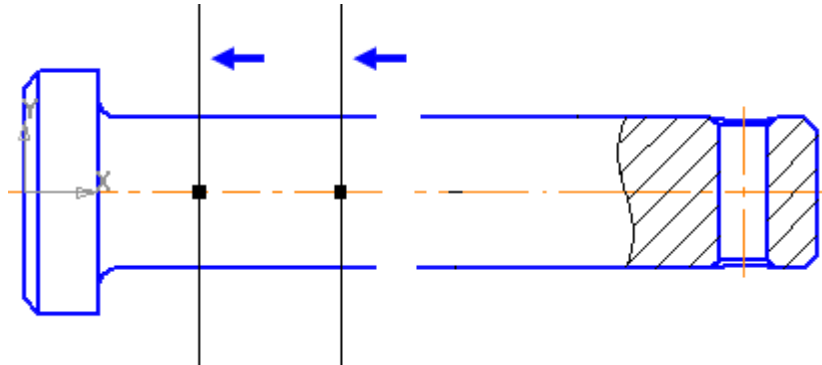

Рисунок 22.
- Перемещая мышью характерные точки границ разрыва, перетащите их в левую часть детали, ограничив часть изображения, которую нужно удалить (рис. 22).